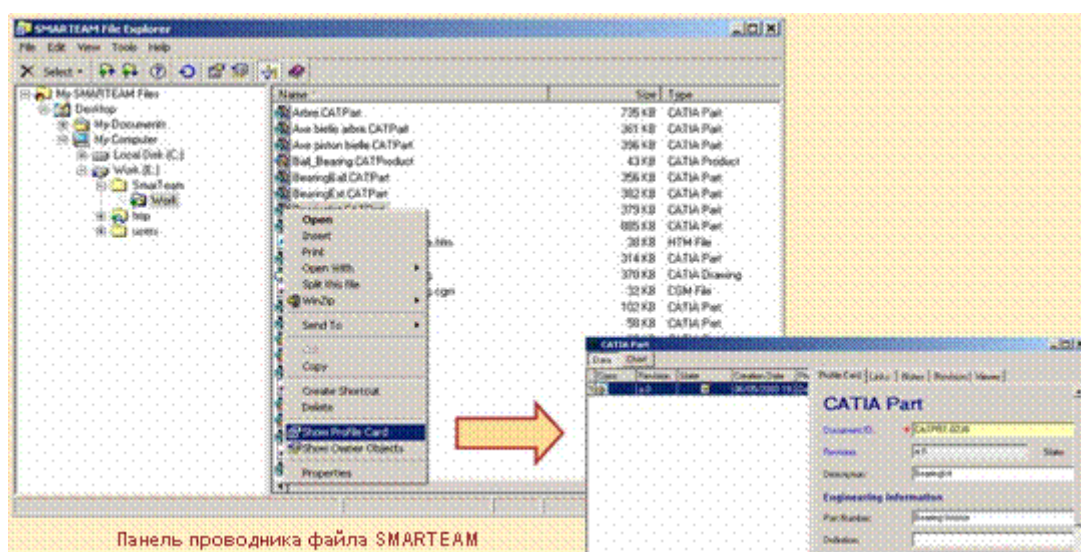

Рис.20.1.
- Дает возможность Вам решить, какой локальный файл может быть безопасно удален. Это делает работу с Local Files Explorer более безопасной, чем работа с Windows Explorer (рис.20.1).